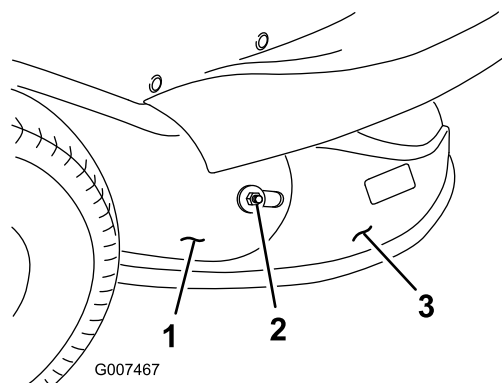

Figura 17
8. Retire la tuerca y la arandela exterior que fijan el conducto de descarga al tubo de descarga (Figura 17).
14. Instale la tuerca y la arandela exterior que fijan el conducto de descarga al tubo de descarga (Figura 17).